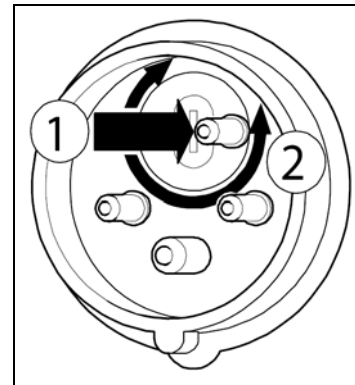

Abb. 9: Motor-Drehrichtung ändern
Schritt 1: Die Scheibe im Stecker mit einem Schraubenzieher hineindrücken und um 180° verdrehen (Abb. 9).